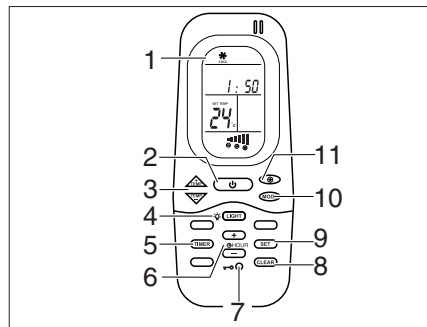
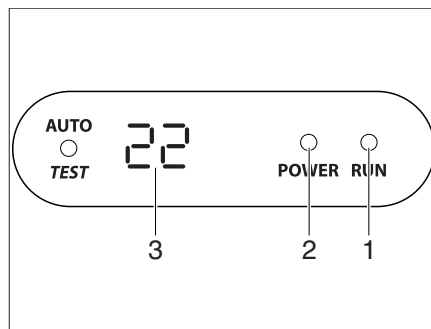

Bild 119 Fjärrstyrning
Bild 120 Display på diffusorn
Klimatanläggningen är monterad på fordonets tak. Fjärrstyrningen (Bild 119) för klimatanläggningen finns i köket.
- Anslut fordonet till 230 V-försörjningen. Klimatanläggningen är driftklar. Lysdioden (Bild 120,2) på diffusorns display lyser röd.
- Tryck på På-/Avslagningsknappen (Bild 119,2) på fjärrstyrningen för att starta. Lysdioden (Bild 120,1) lyser grön när klimatanläggningen arbetar med kylning. Lysdioden (Bild 120,1) lyser röd när klimatanläggningen arbetar med uppvärmning.
- Ställ in önskat driftläge med knappen MODE (Bild 119,10).
- Ställ vid behov in önskat fläktsteg med knappen (Bild 119,11) och rumstemperaturen med knapparna (Bild 119,3).
- Tryck på På-/Avslagningsknappen (Bild 119,2) på fjärrstyrningen för avslagning.
- Starta med På-/Avslagningsknappen (Bild 119,2) på fjärrstyrningen för att programmera klimatanläggningen.
- Tryck på knappen TIMER (Bild 119,5). ON-indikeringen för starttiden aktiveras.
- Ställ klockan med knapparna TEMP (+/-) (Bild 119,3).
- Tryck på knappen TIMER (Bild 119,5) igen. OFF-indikeringen för starttiden aktiveras.
- Tryck på knappen TIMER (Bild 119,5) igen.
- Tryck på knappen SET (Bild 119,9) i slutet av inställningen.
- Tryck på knappen CLEAR (Bild 119,8) för att radera timer-programmeringen.